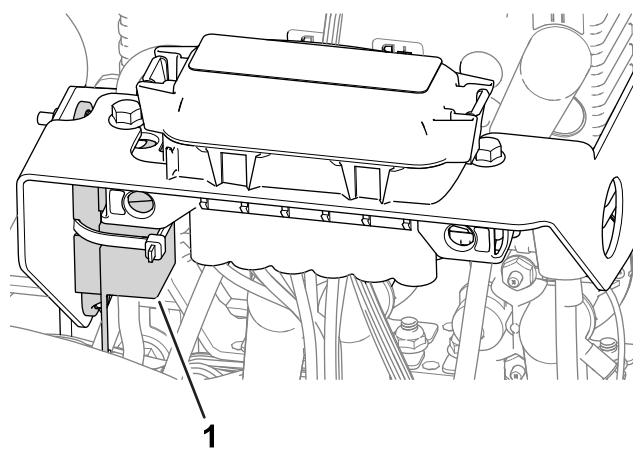

Figure 62
- Le fusible du moteur de roue gauche (60 A) se trouve sous le capot sur le côté gauche de la machine, près des fusibles du circuit de commande des cylindres (Figure 62).